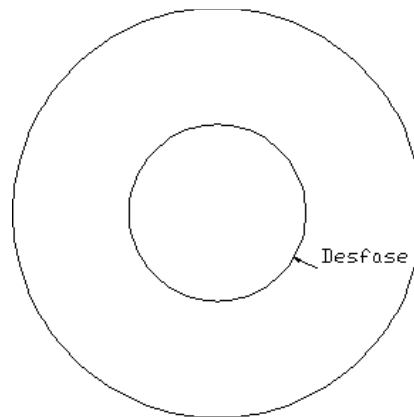

Figura 2.69. Desfase de una circunferencia.
Obtener una copia desfasada 5 unidades hacia el interior de la circunferencia mostrada en la figura 2.69.
- Generar una circunferencia como la de la Figura 2.69.
- Especificar el desplazamiento (5).